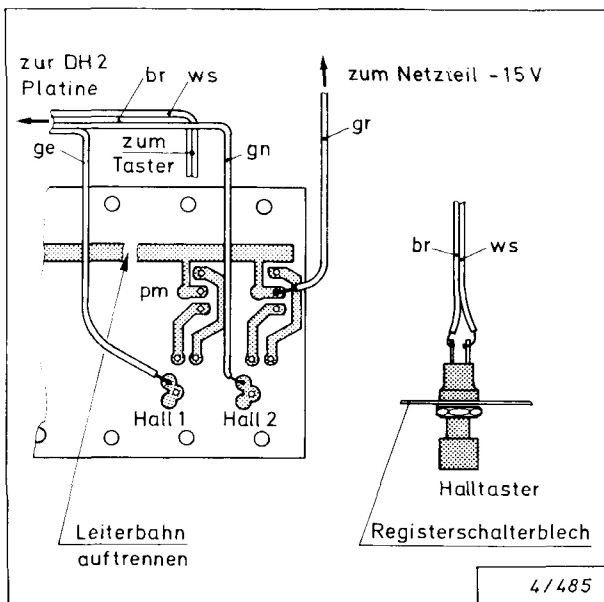

Abb. 15: Hallwechsler und -Tasteranschluß W 3 SK
Vom gelieferten 10-adrigen Flachkabel die vier äußeren Leitungen weiß bis gelb gemeinsam abtrennen. Auf ca. 20 cm Länge weiß + braun von grün + gelb trennen, weiß und braun an den Halltaster anlöten und diesen in das Registerschalterblech einbauen (Abb. 15).
5. Die Schaltergruppe Vibrato/Hall im Registerschalterblech umrüsten. Die beiden Hallschalter müssen von der Programmierung abgehängt werden, dazu die PM-Leiterbahn (Programm-Minus) lt. Abb. 15 mit einem spitzen Gegenstand vor den beiden Hallschaltern auftrennen. Die weißen Programmkabelbaumleitungen 59 und 60 (Kabelbaum PR 3 oder PR 33) abschneiden.
7. Vom Flachkabel die graue Leitung abtrennen und diese auf den Anschluß "PM" eines der beiden US 1-Hallschalter löten (Abb. 15).